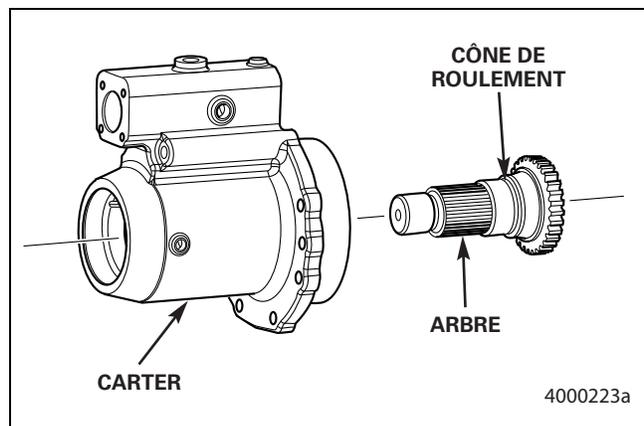

Figure 7.9
- Préchauffer le premier cône de roulement à 200 °F (93 °C). Supporter l'arbre de sortie et y glisser le cône de roulement chauffé. Figure 7.9.